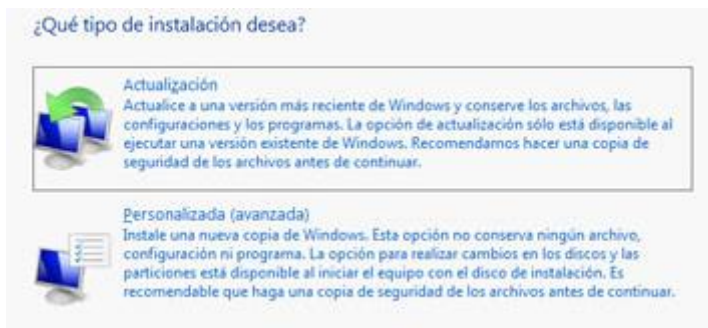

FIGURA 19 VENTANA DE INSTALACIÓN DE WINDOWS
5. Entre las dos opciones que te ofrecen, selecciona la primera Actualización; de esta manera, el ordenador realizará la instalación más actualizada de Windows 7 y no perderás ninguno de tus datos (Figura 19).